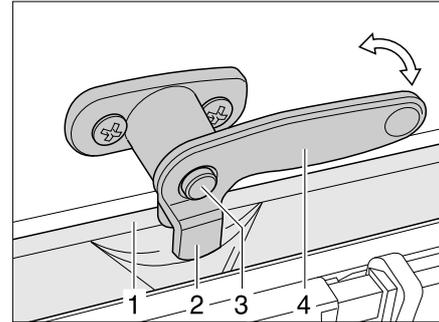

Bild 63 Verriegelungshebel mit Sicherungsknopf in Stellung "Dauerbelüftung"
- Falls vorhanden, den Sicherungsknopf (Bild 63,3) drücken und gedrückt halten.